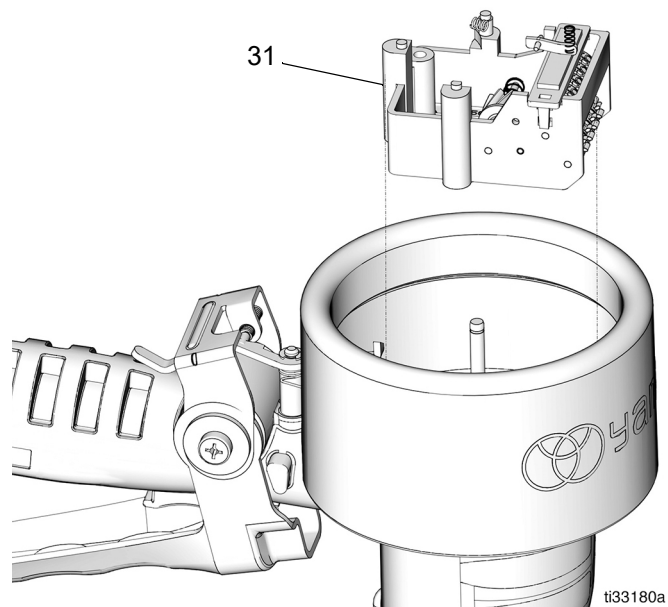

図 13
1. カウンタアセンブリ (31) を取り付けます (図 13)。